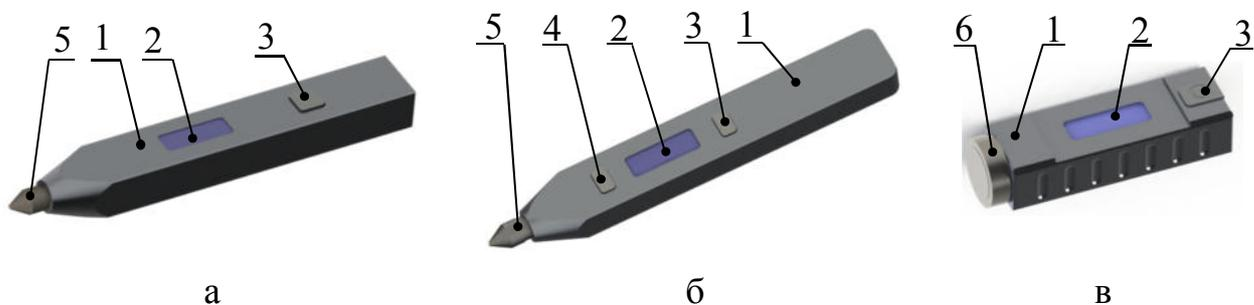

Рисунок 1 – Внешний вид приборов серии VDK_P
Конструктивно виброметры серии VDK_P выпускаются в трех исполнениях, которые представлены на рисунке 1. Приборы серии VDK_P имеют алюминиевый корпус 1. На верхней панели прибора расположен экран 2 и кнопки «Измерение» 3, «Выбор параметра» 4. Питание виброметров осуществляется встроенным аккумулятором. Для зарядки аккумулятора в торце корпуса имеется разъем. В торце корпуса имеется датчик вибрации. Для приборов серии VDK_P1 (рисунок 1а), и VDK_P3 (рисунок 1б) датчик вибрации выполнен в виде щупа 5, а виброметр VDK_PS (рисунок 1в) дополнительно комплектуется магнитным держателем 6.
2.3.3.2 Для начала измерений расположите виброметр (рисунок 1б) перпендикулярно измеряемой поверхности, на которой будете проводить измерение вибрации с усилием от 2 до 5 кг.